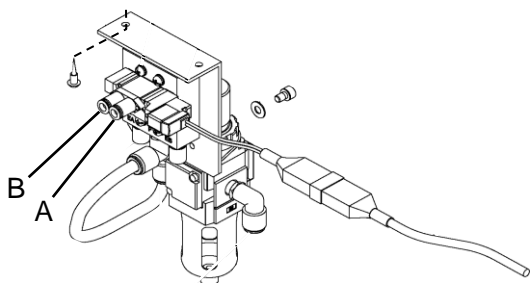

図2
- (1) ミシンテーブル下面に図2のレギュレータ・電磁弁組立を付属の木ネジ(2本)にて固定します。
- (2) ミシン本体モータカバー側面の切欠き部にエアチューブを通し、テーブル角穴からテーブル下面へ引き出します。
- (3) 上記で引き出したエアチューブを、(1)で取り付けた電磁弁と上系2段テンション装置に図2, 3で示すようにA, Bの記号を合わせて差し込みます。